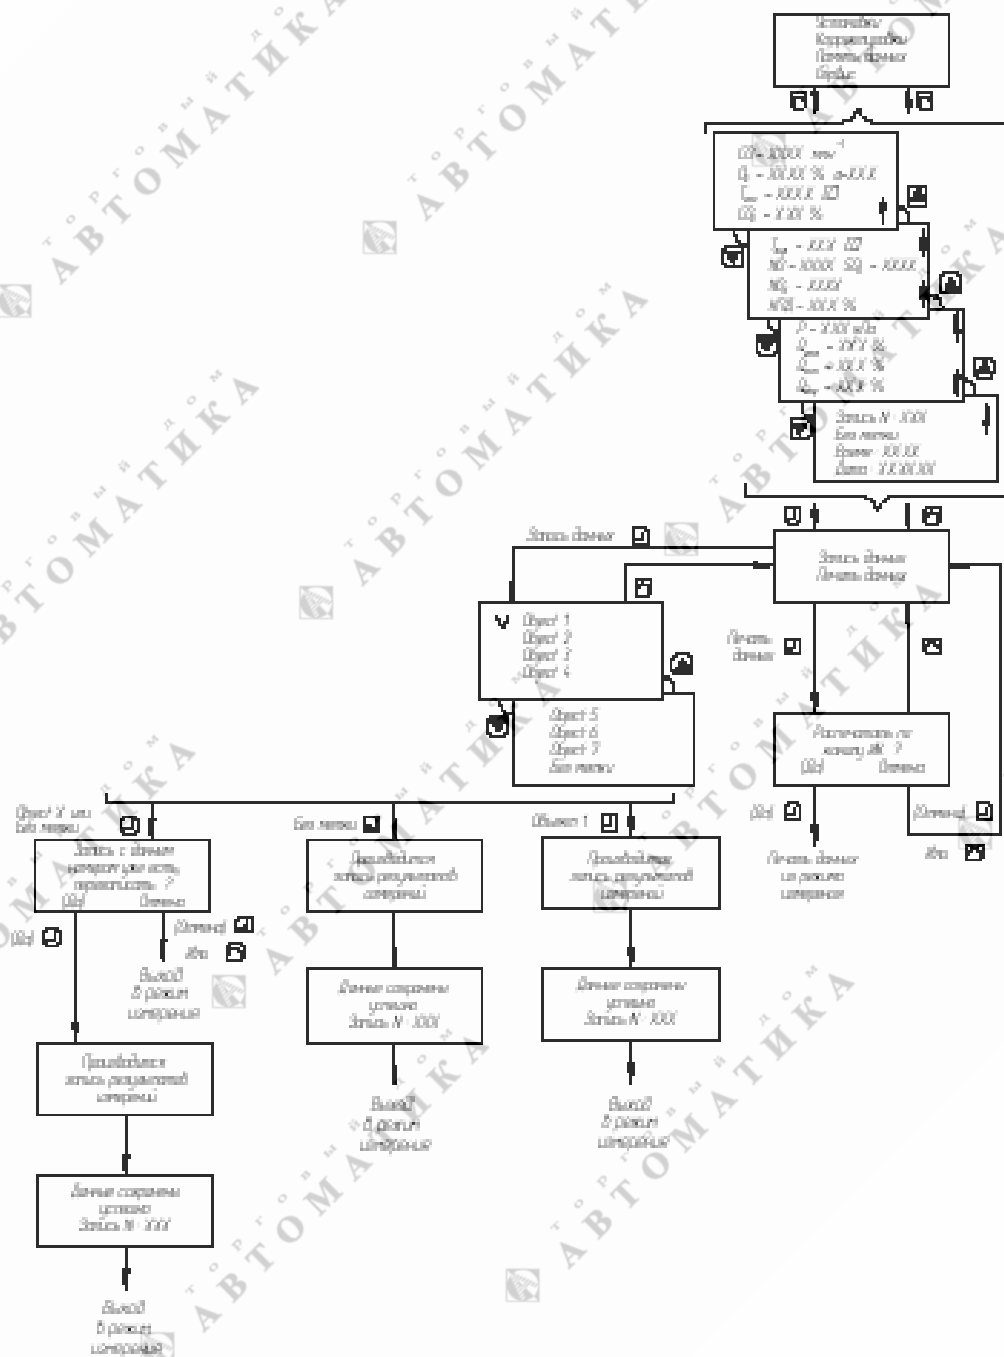

Рисунок 2.16 – Запись и печать данных из режима измерения
кнопку «» (рисунок 2.16), на ЖК-индикаторе появится сообщение
2.5.1.11 Для распечатки данных на термopечатающeм принтере по инфракрасно-мy каналу связи предварительно должен быть установлен канал связи с принтером “ИНФРАКРАСНЫЙ” (п.2.4.9) и выбраны параметры для вывода на печать (п.2.4.9.2). Для распечатки данных из режима измерения необходимо нажать кнопку «» (рисунок 2.16), на ЖК-индикаторе появится сообщение
2.5.1.12 Для распечатки данных на термopечатающeм принтере по каналу RS-232 принтер должен быть предварительно подключен к выключенному газоанализатору согласно п.2.3.1.4. После включения газоанализатора должен быть установлен канал связи с принтером “RS-232” (п.2.4.9) и выбраны параметры для вывода на печать (п.2.4.9.2). Для распечатки данных из режима измерения необходимо нажать кнопку «» (рисунок 2.16), на ЖК-индикаторе появится сообщение